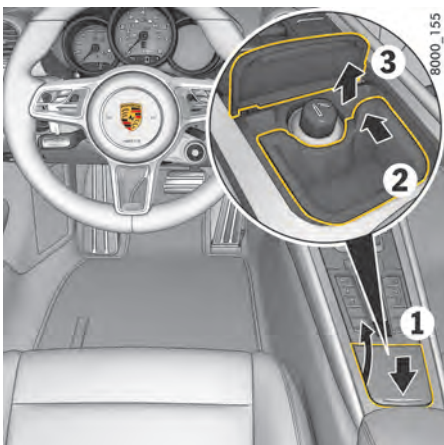

図 96: 灰皿を開く / 中身を空にする
1. 灰皿のリッドを短く押します (図 .96. 1)。リッドは自動で開きます。
2. 灰皿インサートの右上を前方に押し、ロック解除してください (図 .96. 2 および 3)。